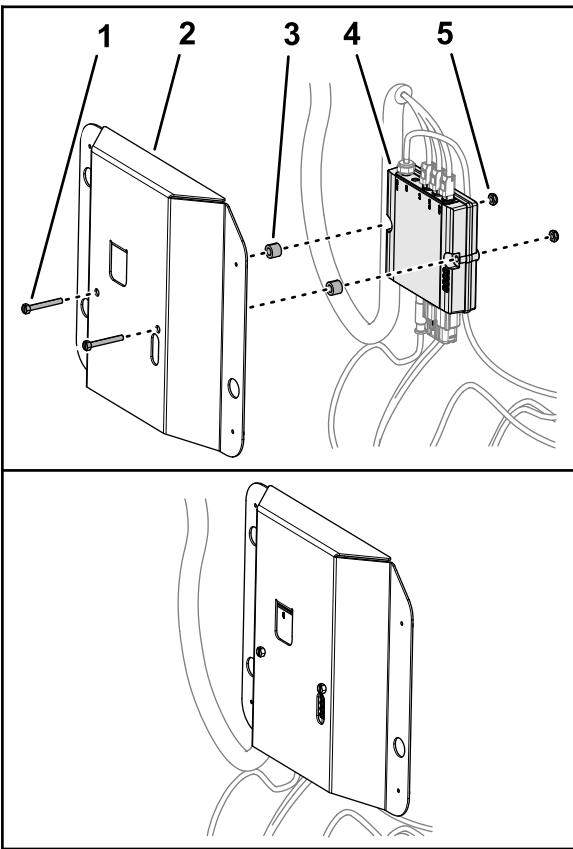

Figura 91
1. Monte el soporte del módem (Pieza Nº 140-7381) en el módem CL-55 con 2 tornillos (Nº 10-24 x 1½"), 2 espaciadores (¼" x ¾") y 2 contratuerca (Nº 10-24), como se muestra en la Figura 91.